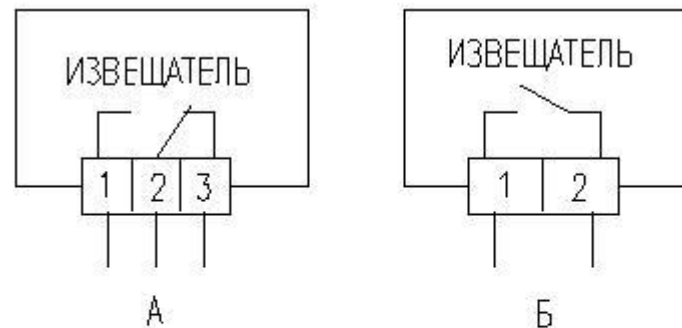

Рисунок 1. Электрическая схема извещателя.
2.4. Электрическая схема извещателей исполнений 02, 03, 05, 102, 105, 202, 205 без воздействия магнитного поля изображена на рисунке 1 "А". Под воздействием магнитного поля контакт 2 размыкается с контактом 3 и замыкается с контактом 1. Электрическая схема для остальных исполнений показана на рис. 1"Б"